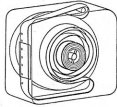

図11 コートリッジ内部
- 1) 給送中、駆動軸と巻取り軸の結合を切りはなす(図中①の矢印)。
- 2) フィルムはクローによりフィルム巻取り室内へ送られるが、巻取られずルーズな状態にある(図11)。
- 4) モーター回路を逆転に切替えて(図中②の矢印)駆動すると、クローは巻取り室内にルーズに貯えられたフィルムを逆給送してフィルム供給室内にルーズに送り込む。